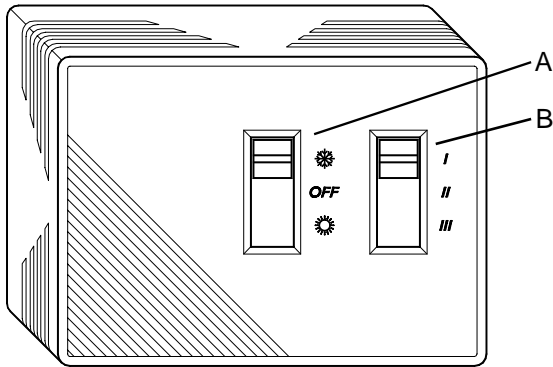
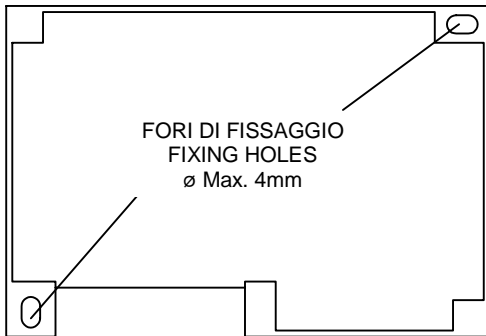

Fig. 1 Aspetto esterno / External aspect
Fig. 3 Basetta di fissaggio / Base plate
Questo dispositivo (Fig. 1) permette, attraverso due commutatori, il controllo a distanza di un fan-coil a tre velocità. Tramite il commutatore (A) si passa alla modalità estate o inverno, mentre tramite il commutatore (B) si seleziona una delle tre velocità. Per il montaggio del dispositivo svitare la vite centrale, sfilare la basetta, fissare la basetta utilizzando gli appositi fori (Fig. 3) ed effettuare i collegamenti alla morsetteria secondo schemi di Figg. 2 e 4).
This interface (Fig. 1) is properly designed for a remote control of fan-coils. With the (A) selector the user can select the cooling or heating function. With the further (B) selector the user selects the fan speed. For the installation:
- fix the base using the proper holes (Fig. 3).